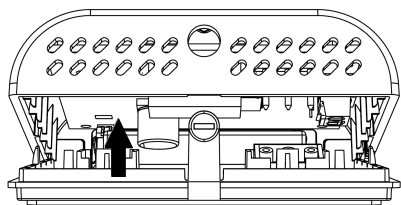

Fig. 3
- 2 Drej dækslet ved at udøve et let tryk, indtil det er helt fjernet (Fig. 3).